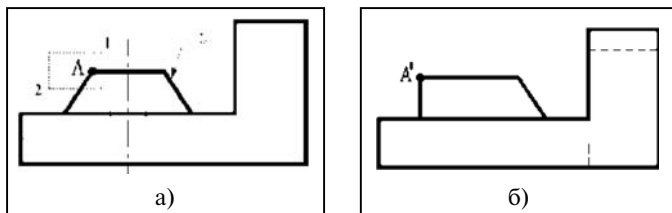

Рис. 6.15. Перемещение вершины бобышки с помощью команды «Растянуть»
2. Выбрать растягиваемые объекты секущей рамкой или многоугольником... Для этого указать точки секущей рамки справа налево (рис. 6.15, а). Выбрать объекты. Использовать «Enter» для завершения выбора.
4. Вторая точка *E* — указать новое положение вершины *A* (рис. 6.15, б).